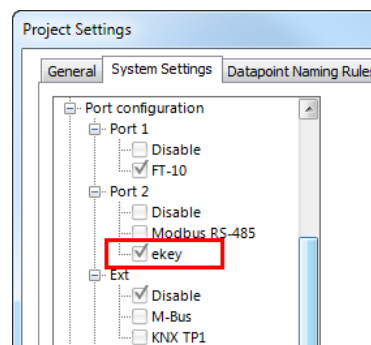

Abbildung 186: Aktivieren von ekey in den Projekteinstellungen.
2. Im Karteireiter **Gerätekonfiguration** haken Sie das Markierungsfeld für ekey auf dem RS-485-Port, wie in Abbildung 186 gezeigt.